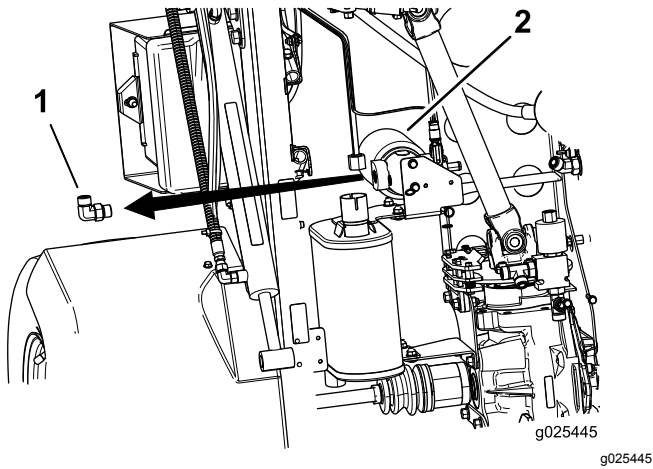

図 14
1. 油圧オイルフィルタに付いている 90° フィッティングを外す 図 14。